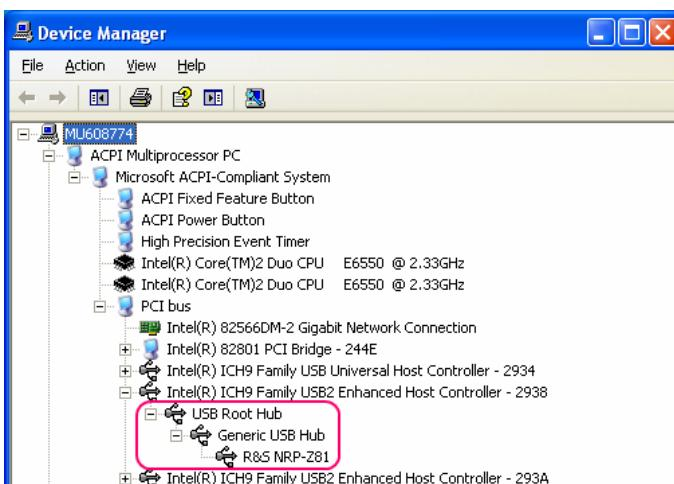

Bild 1-10 Identifizieren des USB Root Hubs, an dem der R&S NRP-Z5 betrieben wird
3. Identifizieren Sie nun den USB Root Hub, an dem der R&S NRP-Z5 betrieben wird. Dazu expandieren Sie, wie in Bild 1-10 dargestellt, die hierarchische Darstellung der PC-Komponenten. Suchen Sie unter **PCI bus** nach dem USB-Host-Controller, an dessen Root Hub der R&S NRP-Z5 angeschlossen ist. Der R&S NRP-Z5 wird als **Generic USB Hub** dargestellt. Sie können ihn anhand des daran angeschlossenen Leistungsmesskopfes von anderen USB-Hubs unterscheiden.